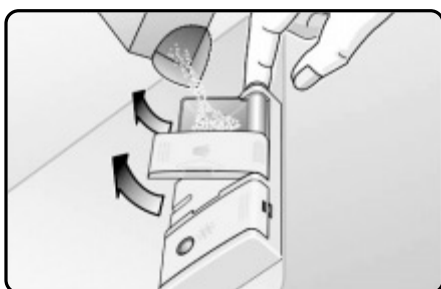
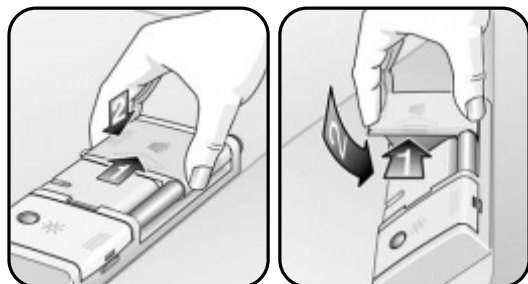

Figure 21/Ilus. 21
Figure 22/Ilus. 22
3. With the dishwasher door half-open, press the blue button on the right side of the dispenser, as shown in Figure 21. The dispenser cover and chamber will swing upward. Fill the detergent chamber with the amount of detergent recommended in Table 1, using the measurement lines in the chamber as a guide.
4. To close the cover, slide the cover in the direction of the arrow on the cover, as shown in Figure 22 arrow 1, and press down **firmly** as shown in Figure 21 arrow 2, until the release tab catches.
3. La porte à demi-ouverte, presser la touche sur le côté droit du distributeur, figure 21. Le couvercle et la section se déplacent vers le haut. Remplir la section détergent avec la quantité recommandée de détergent, tableau 1. Utiliser les lignes comme décrit dans le guide.
4. Pour fermer le couvercle, le faire glisser dans le sens de la flèche sur le couvercle, figure 22, flèche 1 et presser **fermement** (figure 22, flèche 2) jusqu'à ce qu'il s'enclenche.
3. Abra a medias la puerta de la lavadora de platos, oprima el botón azul en el lado derecho del surtidor, tal como muestra la Ilustración 21. La cubierta y el compartimiento del surtidor giran hacia arriba. Llene el compartimiento para el detergente con la cantidad recomendada en el Cuadro 1, guiándose por las rayas de medición en el compartimiento.
4. Para cerrar la cubierta, deslícela en la dirección de la flecha que figura en la cubierta como muestra la Ilustración 22 flecha 1 y oprima **firmemente** hasta que se enganche la lengüeta como muestra la Ilustración 22 flecha 2 hasta que la lengüeta se enganche.